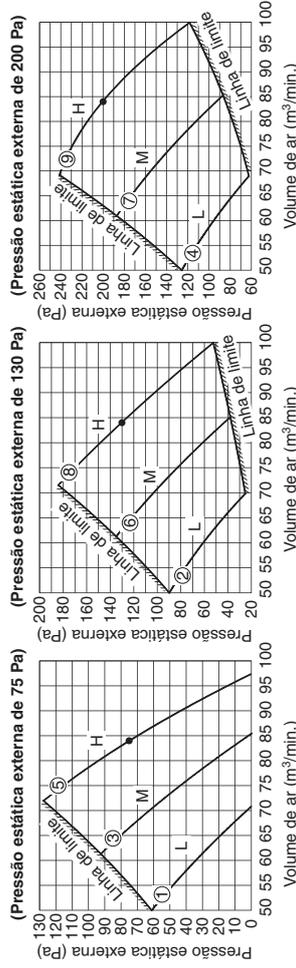

Fig. 10-2
- Consulte as Tabelas 10-2, 10-3 e a Fig. 10-2 para obter mais informações sobre a relação entre o código de item "5d" e a pressão estática externa.
Consulte a Fig. 10-2 para obter informações sobre o intervalo de definição da pressão estática externa.
Consulte a Tabela 10-2 e a Fig. 10-2 e seleccione um valor **"5d"**, **"5d"** ou **"5d"**.